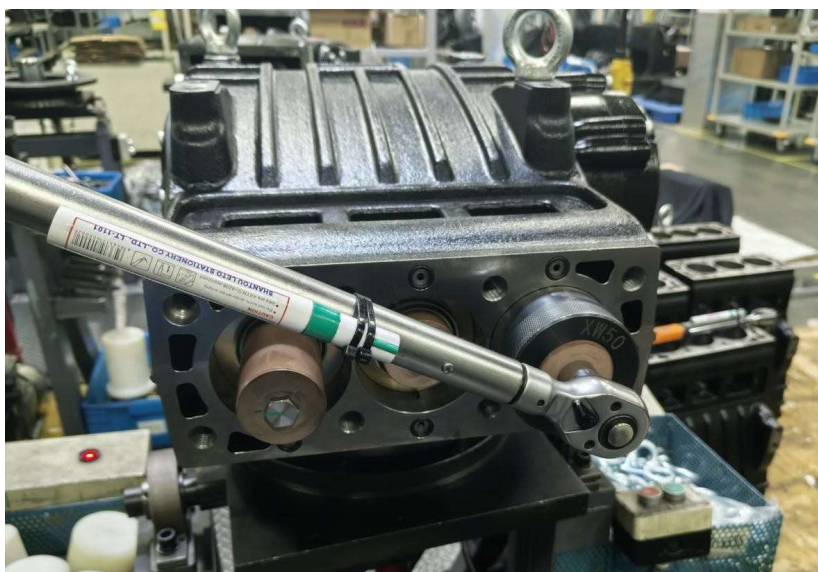

Рис. 10. Болт крепления керамического плунжера
1. С помощью торцового ключа S17 ослабить болт крепления керамического плунжера, как показано на рис. 10.